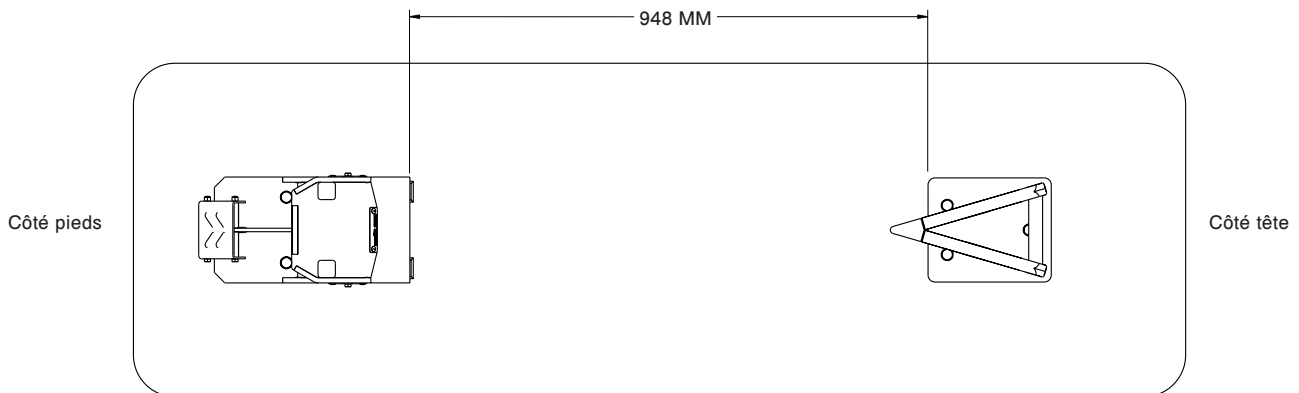

Figure 5 – Distance entre les dispositifs de fixation
3. Vérifier la distance entre les dispositifs de fixation, comme le montre la Figure 5.